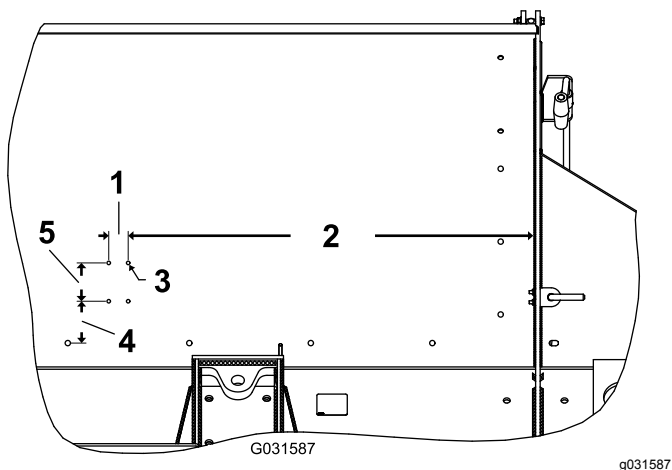

Figura 12
1. Faça quatro furos de montagem (7 mm) na parte lateral do dispositivo de recolha. Consulte a Figura 12 para obter as dimensões de perfuração.